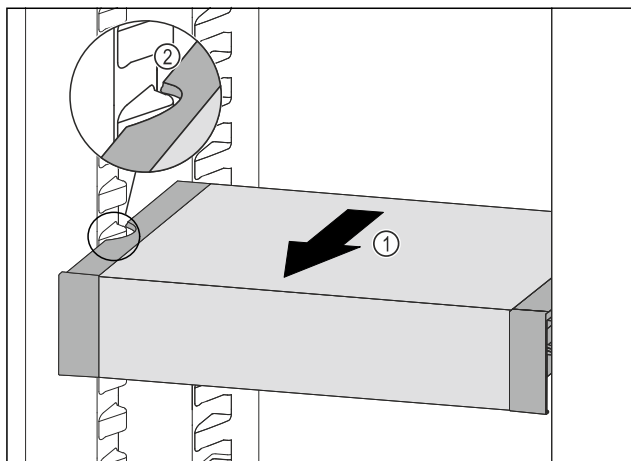

Fig. 227
- ▶ Вытягивайте VarioSafe вперед Fig. 227 (1), пока боковые выемки VarioSafe не окажутся на высоте выступа резервуара в холодильном отделении. Fig. 227 (2)